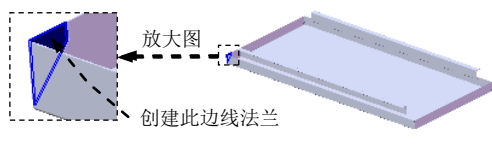

图 17.6.28 创建边线—法兰 14
Step14. 用相同的方法创建另一侧的边线法兰 14 (图 17.6.28)，详细操作步骤参见上一步。